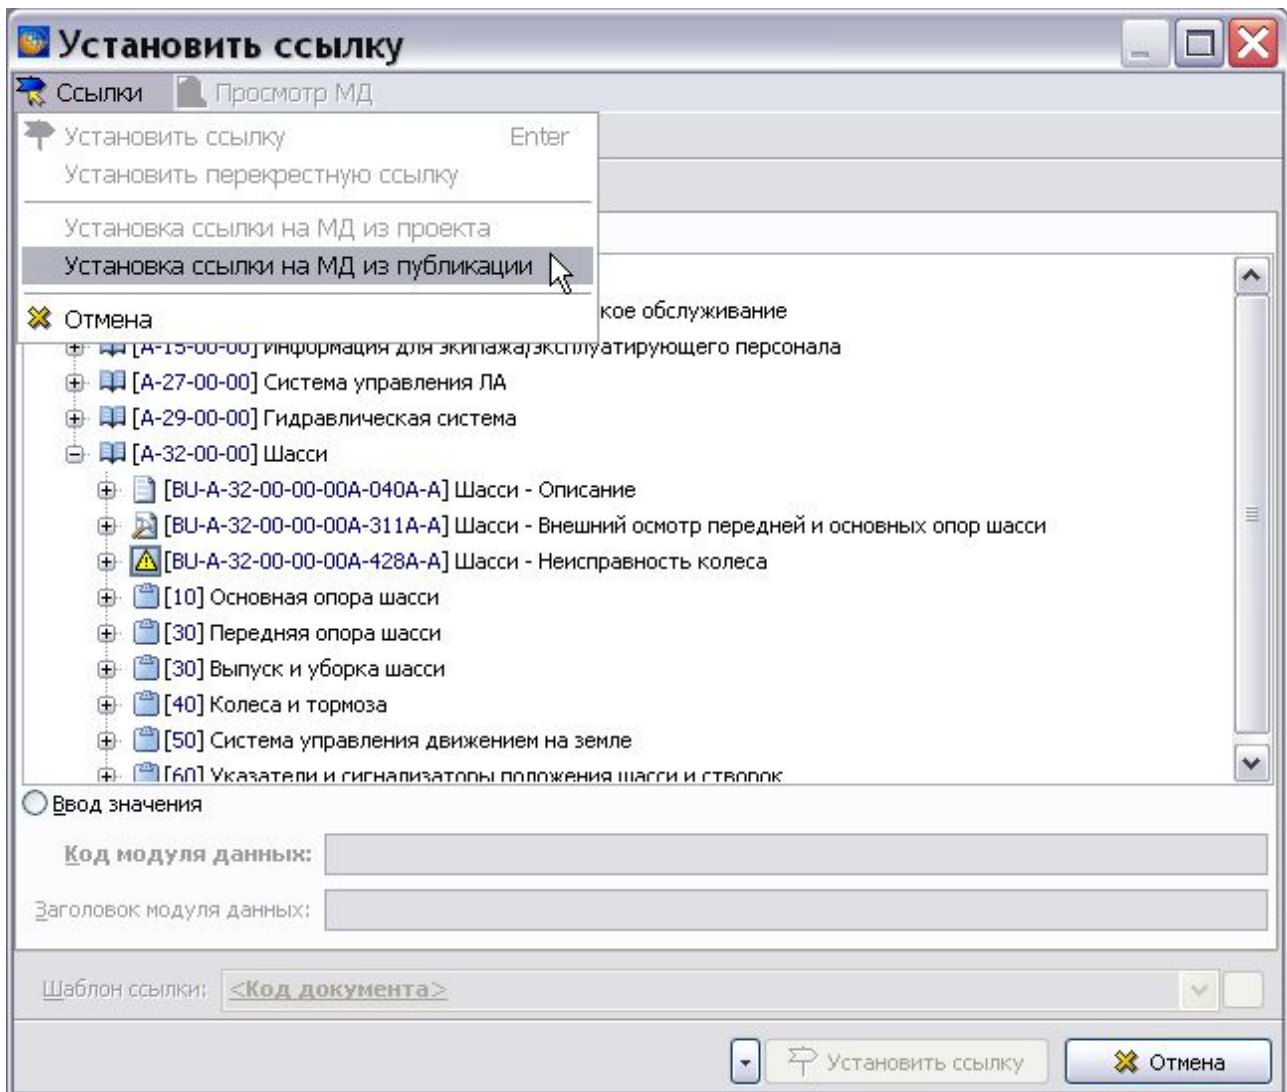
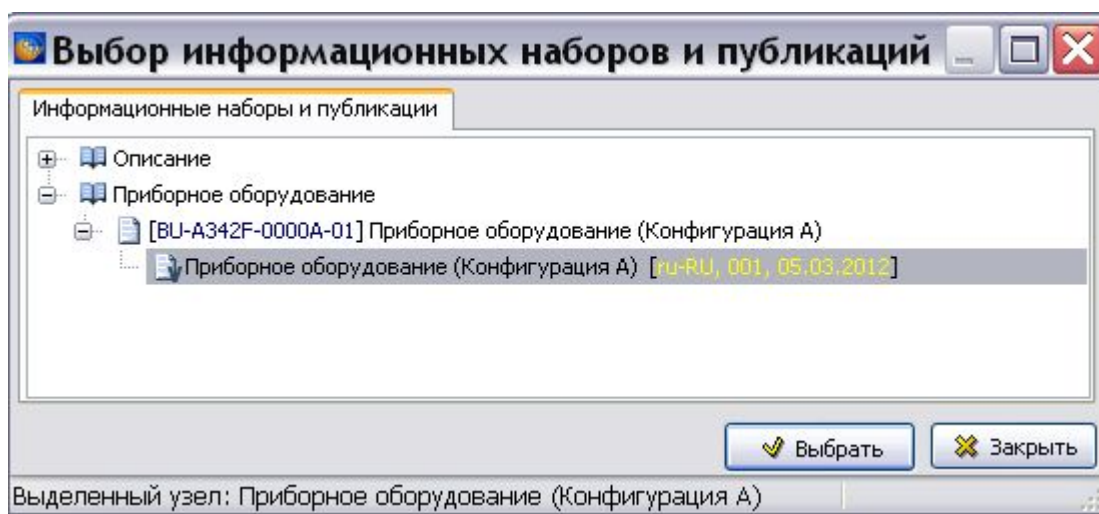

Рис. 3.232
Рис. 3.233
2. Из выпадающего списка кнопки **Ссылки и поля**  выберите пункт **Вставить внешнюю ссылку**. При этом появится диалоговое окно **Установить ссылку** (Рис. 3.232).
3. В окне **Установить ссылку** нажмите на кнопку **Ссылки** в верхней левой части окна и выберите команду **Установка ссылки на МД из публикации** (Рис. 3.232). После этого появится окно **Выбор информационных наборов и публикаций** (Рис. 3.233). Выберите версию публикации.